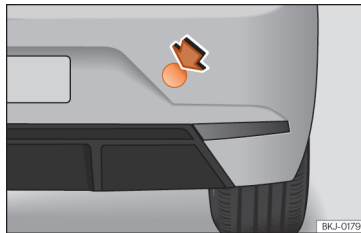

Abb. 157 Auf der rechten Seite des hinteren Stoßfängers: Abdeckung entfernen.
Die Abschleppöse wird in die hinter einer Abdeckung auf der rechten Seite des hinteren Stoßfängers befindliche Aufnahme eingeschraubt » (Abb. 157).
- Drücken Sie auf den oberen rechten Bereich der Abdeckung » (Abb. 157) und klinken Sie diese aus.